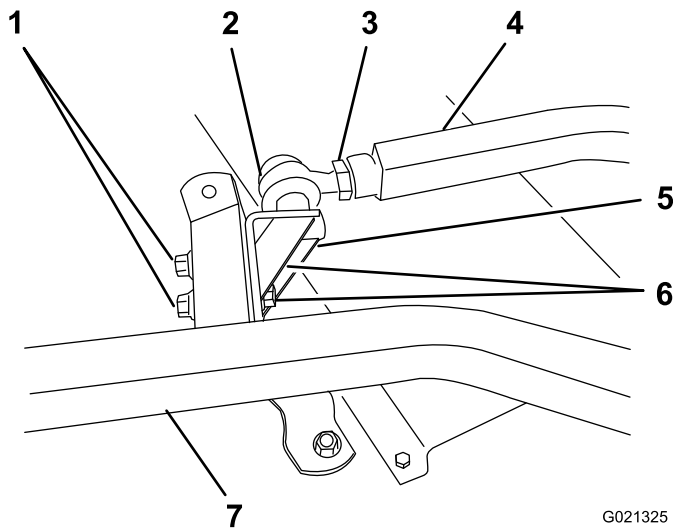

Bild 10
1. Entfernen Sie die zwei Kopfschrauben, Flachscheiben und Bundmuttern, mit denen die linke Kugelgelenkhalterung am linken Laufradarm befestigt ist (Bild 10).